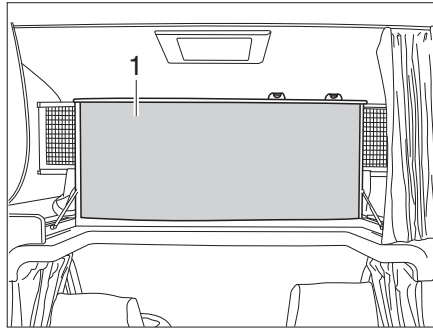

Fig. 150 Lit de capucine, rabattu vers le haut
- Rabattre vers le haut le lit de capucine (Fig. 150,1). Le lit de capucine est maintenu en position verticale par des ressorts à pression de gaz.